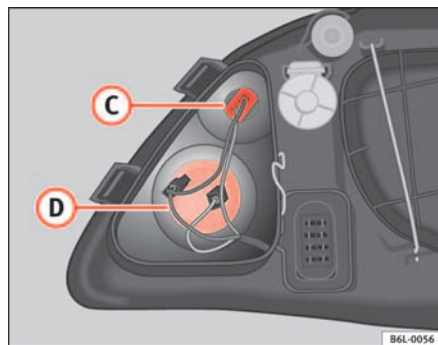

Fig. 149 Feu clignotant
- Tourner vers la gauche le porte-lampes et l'extraire de son logement ⇒ fig. 149 ④.